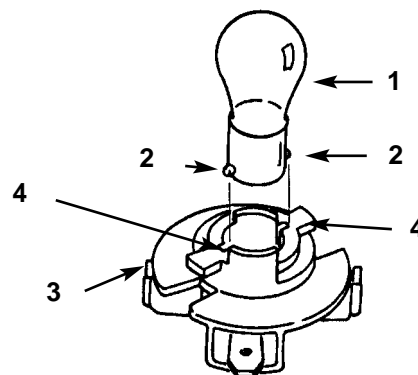

Fig. 18
4. Spingete la lampada e fatela girare in senso antiorario fin quando si ferma (circa $\frac{1}{4}$ di giro), quindi toglietela dal portalamпада (Fig. 18).
1. Lo zoccolo della lampada è provvisto di spine metalliche. Allineate le spine con le guide nel portalamпада, ed inserite lo zoccolo nel portalamпада (Fig. 18). Spingete la lampada e giratela in senso orario fin quando non si ferma.